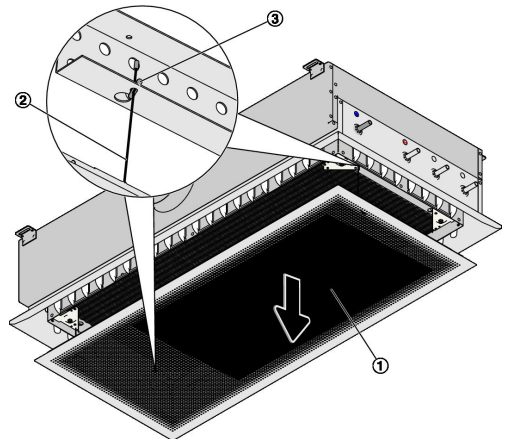

Abb. 14: Induktionsgitter lösen
1. ► Zum Öffnen des Induktionsgitters (Abb. 14 /1), das Gitter nach unten ziehen. Um das Gitter vollständig abzunehmen, können die Fangseile (Abb. 14 /2) durch die Sicherheitsbleche (Abb. 14 /3) gelöst werden.
2. ▶ Innensechskantschrauben (SW4) ( Abb. 14 /4) der Einstellschiene ( Abb. 14 /1) lösen.
- kleine Düse offen ( Abb. 14 /2) (DS)
- große Düse offen ( Abb. 14 /3) (DB)